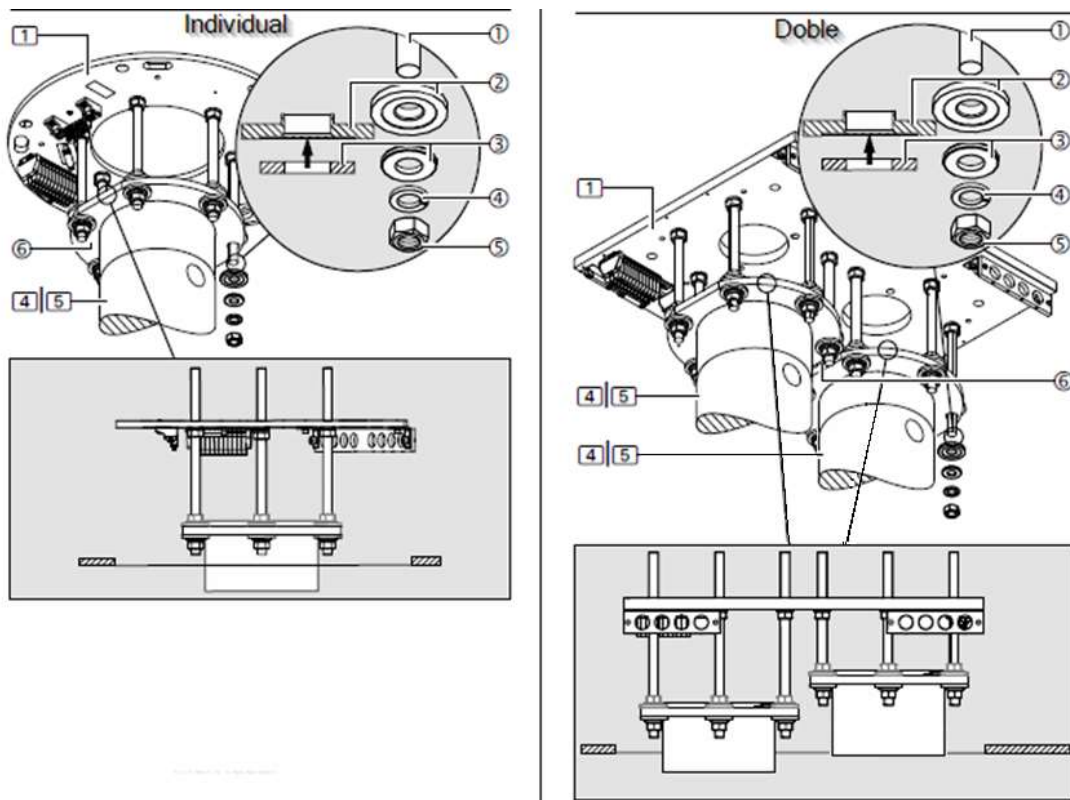

Abb. 14 Montage der Deckenrohrschelle auf den Gewindebolzen
In diesem Abschnitt wird die Montage des strukturellen Teils des Geräts auf den Gewindebolzen der Schnittstellenplatte erläutert. In Abbildung 14 sind die vormontierten Elemente für ein S-COLUMN-System (Bild rechts) und ein S-COLUMN MOTOR-System (Bild links) mit Doppelarm dargestellt. Für die übrigen Varianten ist die Montage identisch.
Abbildung 14 zeigt eine vereinfachte Darstellung der Deckenrohrschelle (6) zur Montage an den Gewindebolzen. Weitere Komponenten wie Auslegerarm, Kabel usw. sind nicht dargestellt.